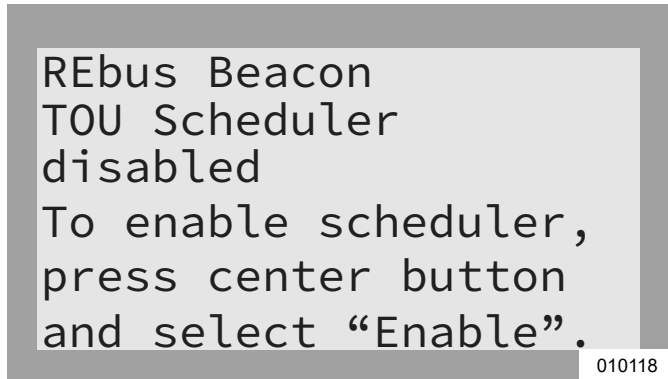

Figure 6-23. Désactiver l'horaire TOU (3 de 3)
4. Voir Figure 6-23. La ligne d'état de la page Beacon affiche « disabled » (désactivé).